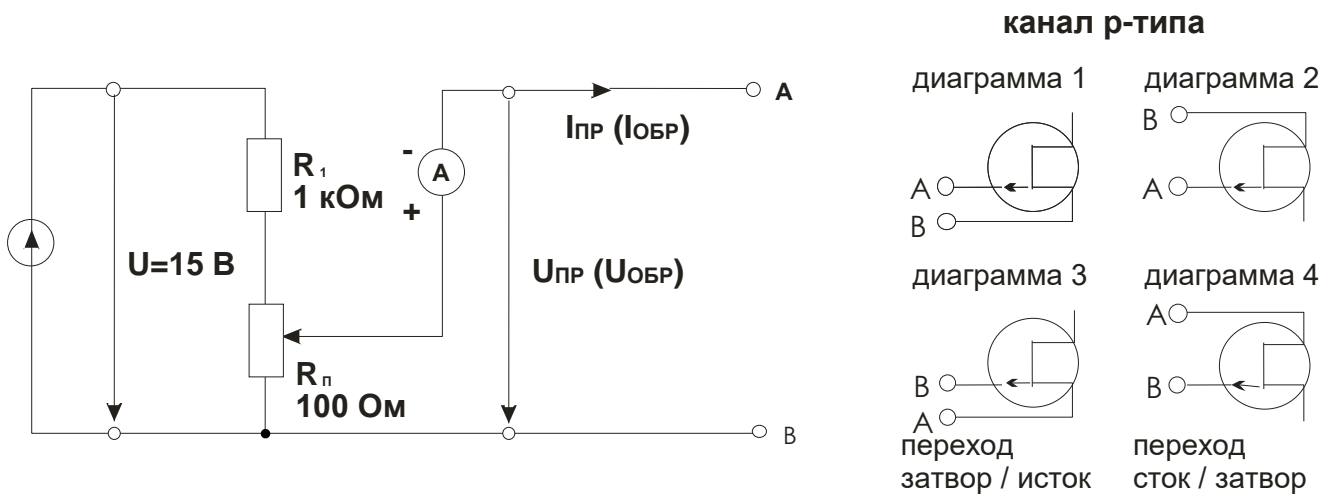

Рис. 5.1.3
- Затем замените транзистор с каналом **n**-типа транзистором с каналом **p**-типа (рис. 5.1.3). Определите состояния **p-n** переходов путем измерения для диаграмм 1...4 и занесите результаты в табл. 5.1.1.